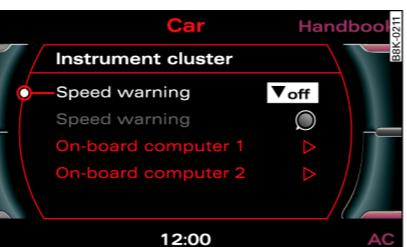

图 119 显示屏：设置警告限值 2
- Speed warning (速度警告) - 打开或关闭警告限值 ⇒ 图 119。